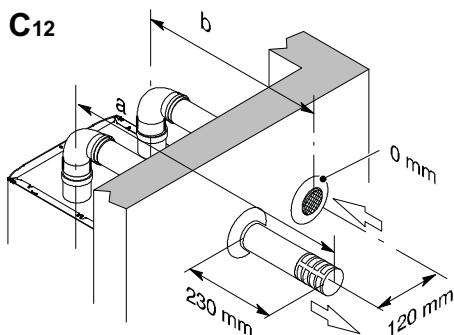

Fig. 5.14
**Kit conductos desdoblados aspiración descarga Ø 80 mm (Fig. 5.14 - Fig. 5.15)**